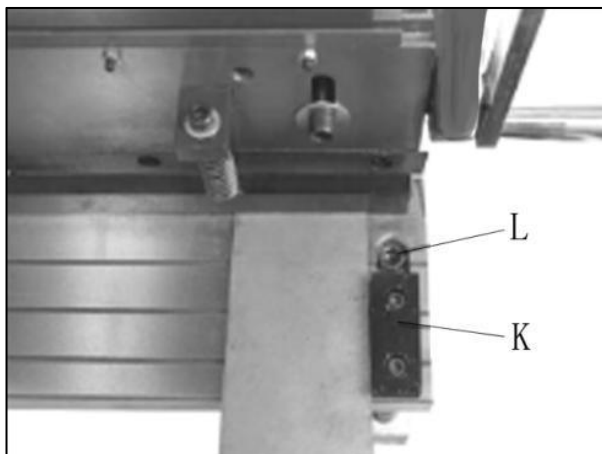

Figura 7
14. Coloque la pieza de trabajo contra el bloque guía en el borde derecho de la mesa (K, Figura 7). La pieza de trabajo debe estar contra la guía. lámina.
22. Si la cizalla no corta el papel, afloje el tornillo (L, Figura 7) en cada extremo de la mesa, con llave hexagonal de 6mm.